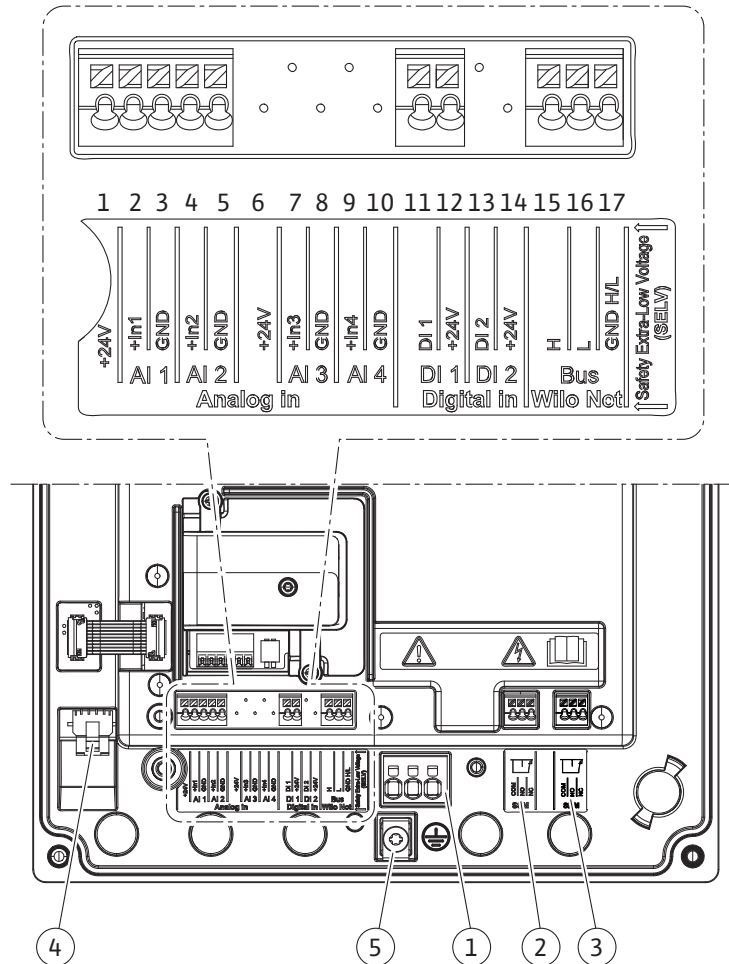
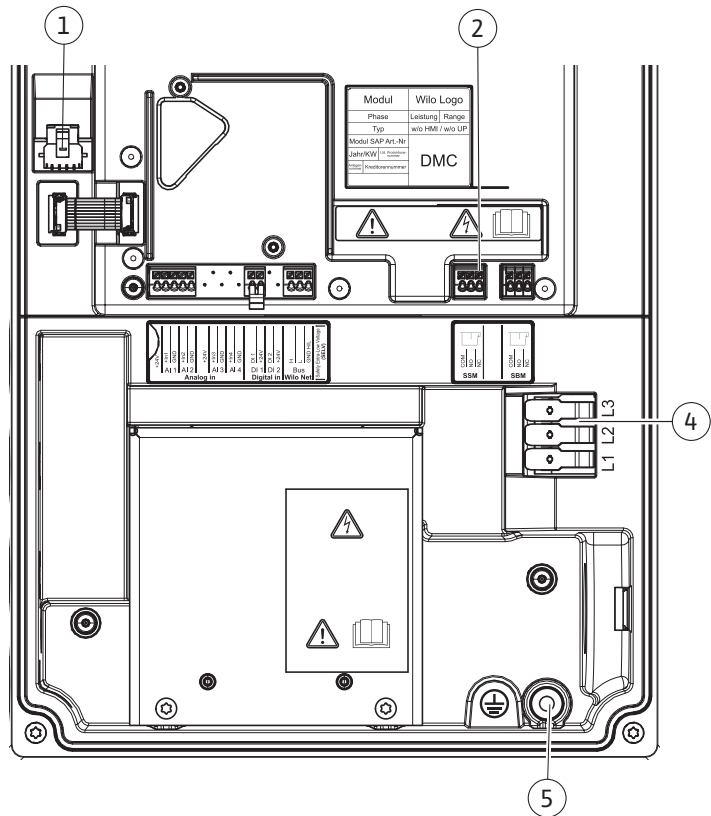

Fig. 25: Klemmide ülevaade moodulis (0,37 kW ... 7,5 kW)
Fig. 26: Klemmide ülevaade moodulis (11 kW ... 22 kW)
Võrguühendus Fig. 25, pos. 1 Fig. 26, pos. 4
Maanduspolt Fig. 25 ja 26, pos. 5